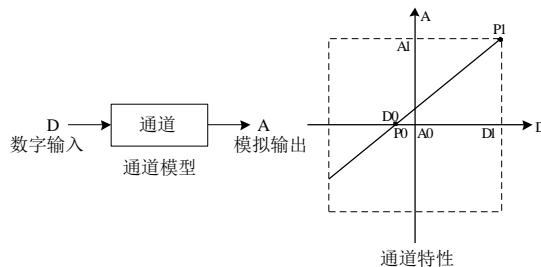

图 3-1 VC-4DA 的通道特性示意图
1. VC-4DA 的输出通道特性为通道模拟输出量 A 与通道数字量 D 之间的线性关系，可由用户设置，每个通道可以理解为图 3-1 中所示的模型，由于其为线性特性，因此只要确定两点 P0（A0, D0）、P1（A1, D1），即可确定通道的特性，其中，D0 表示模拟量输出为 A0 时通道输出数字量，D1 表示模拟量输出为 A1 时通道输出数字量。
- 考虑到用户使用的简便性，且不影响功能的实现，当前模式下，将 A0、A1 分别对应为【实测值 1】和【实测值 2】，D0、D1 分别对应为【标准值 1】和【标准值 2】，如图 3-1 所示，用户可以通过调整(A0,D0)、(A1,D1)来改变通道特性，出厂默认(A0,D0)为输出模拟量的 0 值,(A1,D1)为输出模拟量的最大值